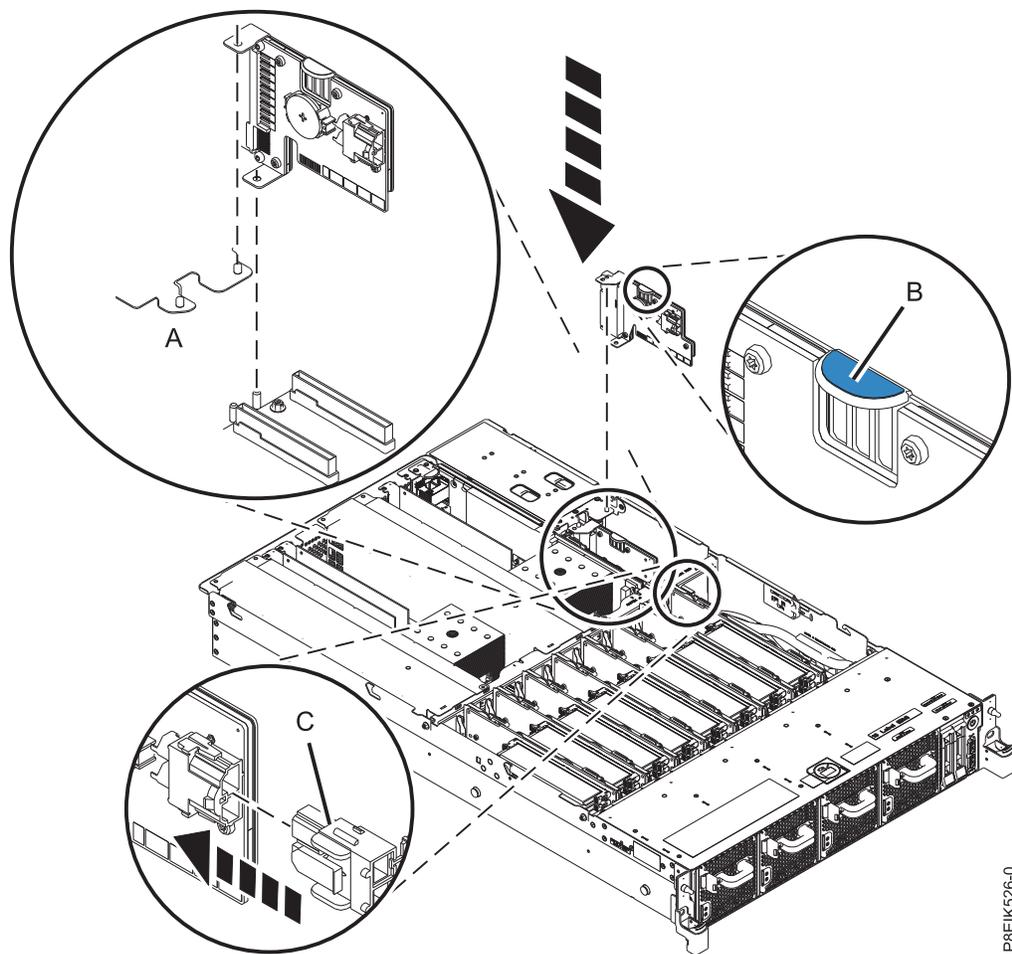

図 203. システム内の電源ライザーの取り替え
- b. 位置合わせピン (A) を利用して、電源ライザーをスロットに挿入します。図 203を参照してください。
- c. ファン電源ケーブルを電源ライザーに再接続します。図 203 の (C) を参照してください。